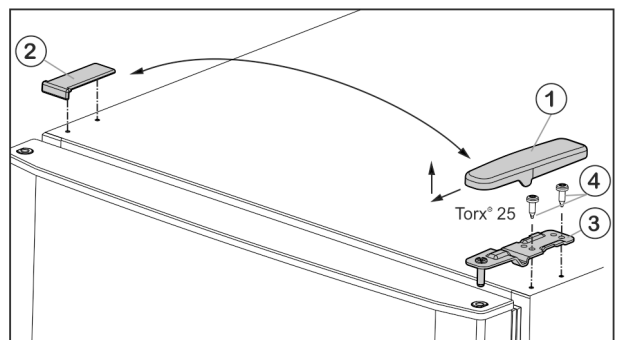

Fig. 6
- ▶ Afdekking Fig. 6 (1) naar voren en omhoog wegtrekken.
- ▶ Afdekking Fig. 6 (2) verwijderen.
- ▶ Bovenste scharnierplaat Fig. 6 (3) losschroeven (2 keer Torx® 25) Fig. 6 (4) en omhoog wegtrekken.
- ▶ Bovenste scharnierplaat Fig. 6 (3) op de nieuwe scharnierzijde in de deur plaatsen.
- ▶ Bovenste scharnierplaat **vast**schroeven (met 4 Nm) (2 keer Torx® 25) Fig. 6 (4). Eventueel een accuboormachine gebruiken.
- ▶ Afdekking Fig. 6 (1) van buitenaf terugplaatsen op de andere zijde en vastklikken.
- ▶ Afdekking Fig. 6 (2) telkens van bovenaf terugplaatsen op de andere zijde en vastklikken.